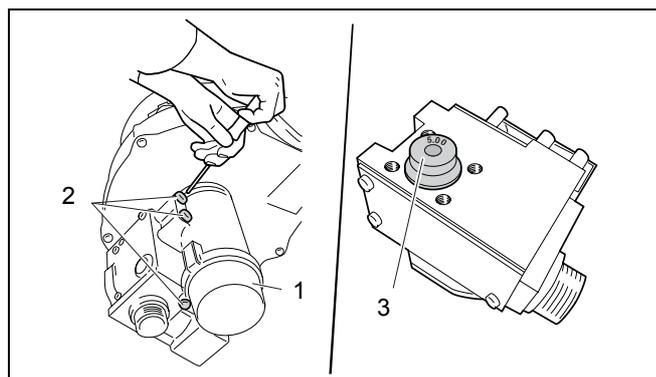

Fig. 44 Cambio dell'ugello del gas
La conversione ad un altro tipo di gas avviene sostituendo l'ugello del gas (fig. 44, pos. 3) secondo la tabella 8.
- Allentare tre viti (fig. 44, pos. 2) ed estrarre l'apparecchiatura gas Venturi (fig. 44, pos. 1).
- Montare nuovi o-ring su entrambi i lati dell'ugello del gas (fig. 44, pos. 3).